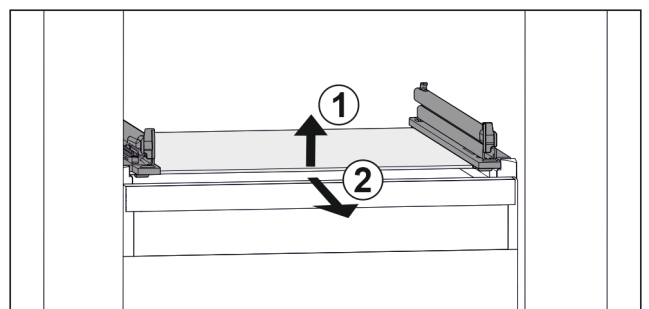

Fig. 52 Exemple de représentation de la tablette en verre
- Soulever la tablette en verre par l'avant. Fig. 52 (1)
- Retirer la tablette en verre par l'avant. Fig. 52 (2)